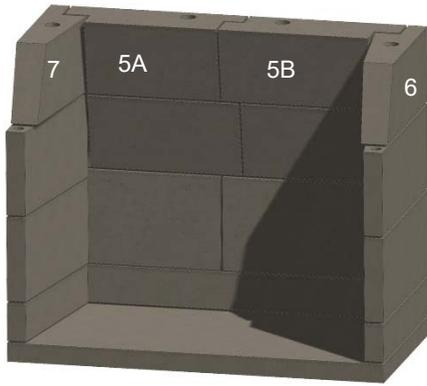

Figure 8. Plaques dorsales et parois latérales supérieures
E. Installez les parois latérales inclinées (6 et 7), et les plaques arrière supérieures (5A, 5B). Vérifiez les côtés et le dessus avec un niveau. Voir la figure 8.